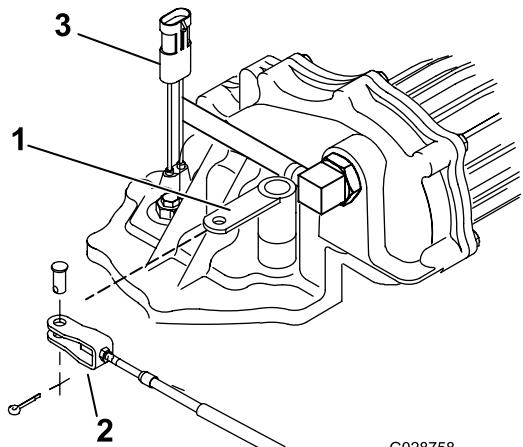

Figure 20
4. Déplacez le levier de PDF complètement vers l'arrière de la console centrale et le bras de levier de PDF (Figure 20) sur la boîte-pont vers la droite (côté passager).
5. Réglez la chape de câble ou les écrous de blocage, ou les deux, qui fixent le câble au support, jusqu'à ce que l'axe de chape passe librement dans les trous de montage alignés de la chape et du bras de levier (Figure 20).